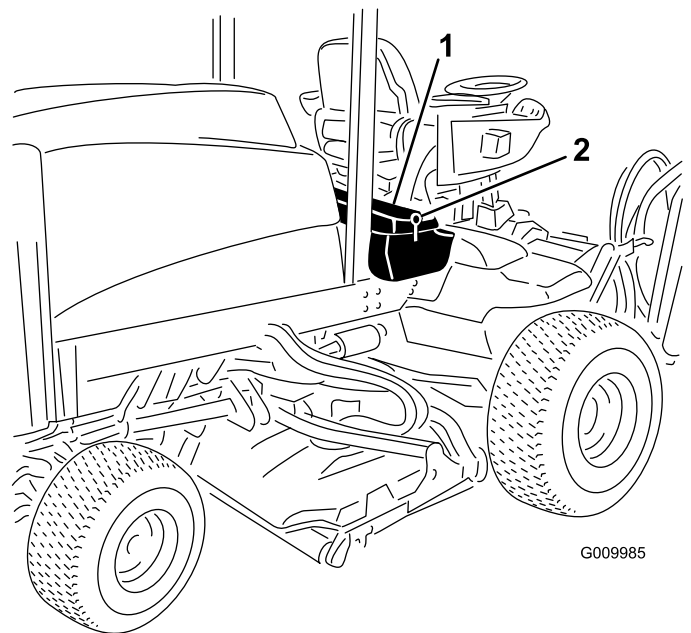
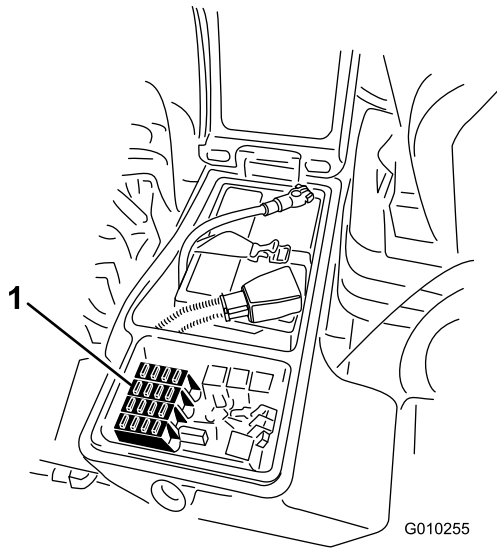

Bild 50
Bild 51
1. Lösen Sie den Riegel für die Abdeckung des rechten Ablagekastens und heben Sie die Abdeckung (Bild 50) hoch, um an den Sicherungsblock zu gelangen (Bild 51).
2. Wechseln Sie ggf. die offenen Sicherungen aus (Bild 51).
3. Schließen Sie die Abdeckung des rechten Ablagekastens und befestigen Sie die Abdeckung mit dem Riegel (Bild 50).